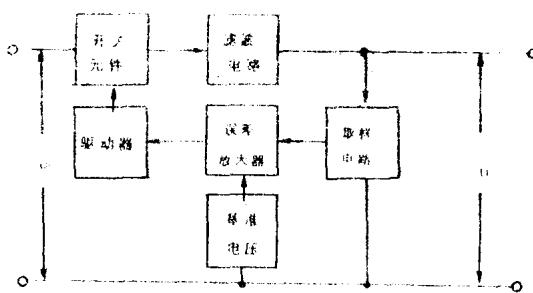

图 1 自激式
(1) 自激式开关稳压电源,如图 1 所示,在自激式开关稳压电源中,利用电源电路中的开关管、高频变压器构成正反馈环路,来完成自激振荡,使开关稳压电源有直流电压输出。在电视机中,开关电源的振荡频率受行频脉冲的同步,即使在行扫描电路发生故障时,电源电路仍能自激振荡,而有直流电压输出,方便了电视机的维修与调整。